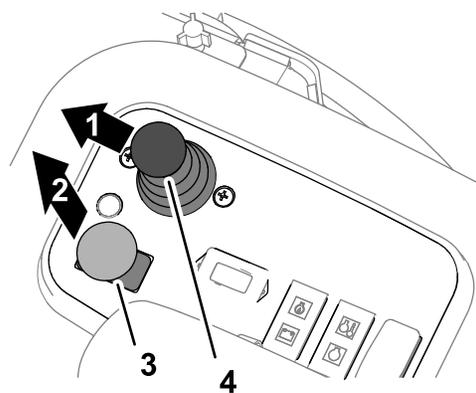

Рисунок 98
3. Переведите рычаг управления опусканием для скашивания / подъемом вперед (Рисунок 98).